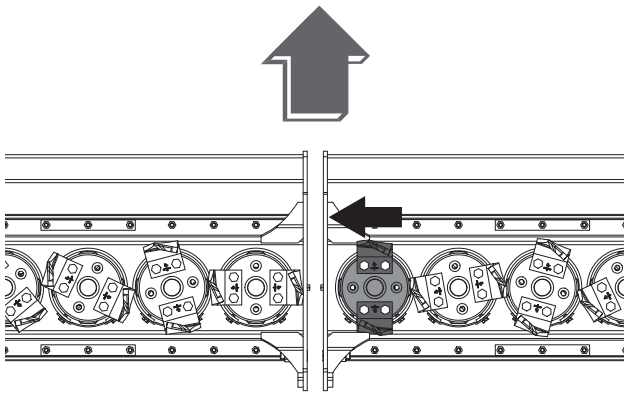

FIG. 47
- Mit Kraft drehen, bis der Rotor näher zum Zentrum der Maschine, mit den Messern senkrecht in Vorschubrichtung gewandt (Fig. 47) gebracht wird.